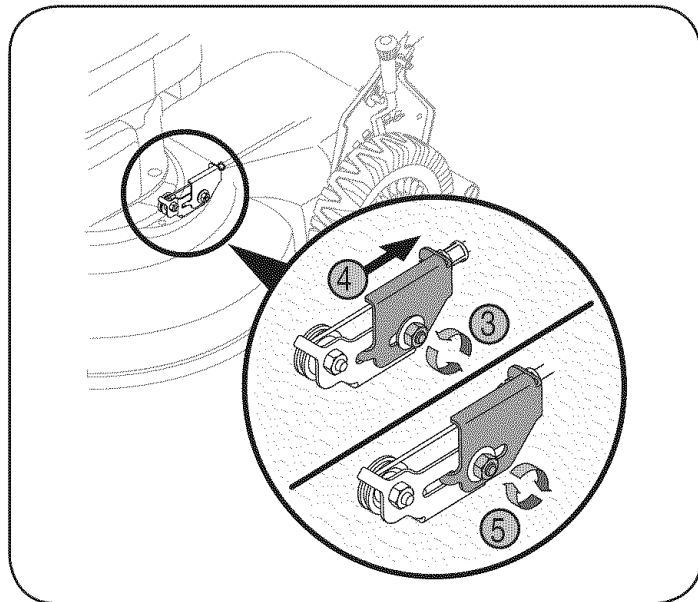

Figura 18
Puede ser necesario realizar un ajuste periódico del cable de cambios de seis velocidades debido al desgaste normal del cable. El ajuste es necesario si las seis velocidades no funcionan bien. La ménsula ajustable del cable se localiza sobre el lado izquierdo de la cortadora de césped junto al motor. Vea la Figura 18.
3. Afloje la tuerca hexagonal que sujeta la ménsula ajustable del cable. Vea la Figura 18.